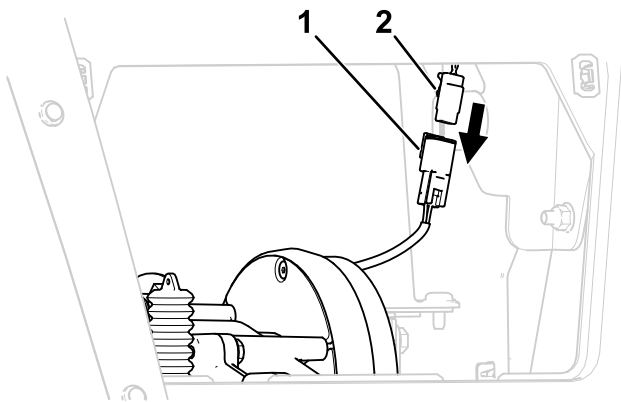

図 18
3. メインのワイヤハーネスから、ブレーキのコネクタを外す 図 18。